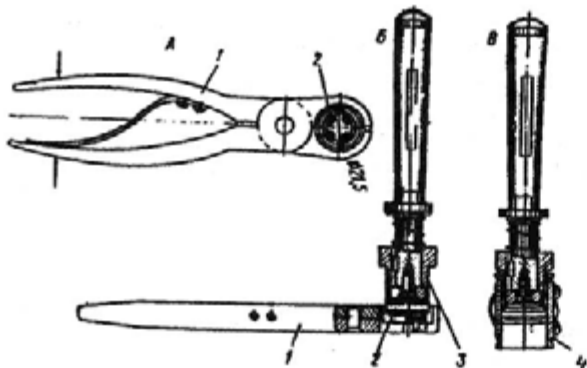

Рис. 251. Установка пружинного кольца автоматического устройства в колесный цилиндр:
Предупреждение. Каждое лишнее перемещение кольца, попадание грязи или применение оправки, отличной от указанной на рис. 251, может привести к образованию продольных рисок на зеркале цилиндра, способствующих течи тормозной жидкости.
4. Снимите кольцо с поршня, сожмите его в клещах и вставьте в оправку для установки кольца в цилиндр (рис. 251).